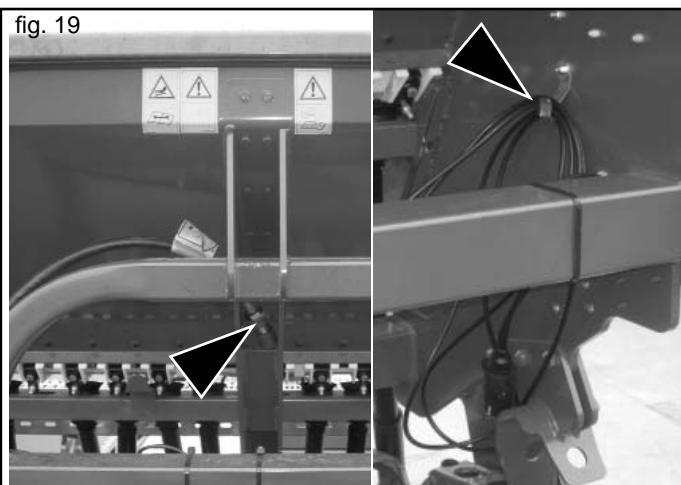

fig. 19
- 1) Déconnecter toutes les connexions oléodynamiques et électriques concernées (Fig. 19).